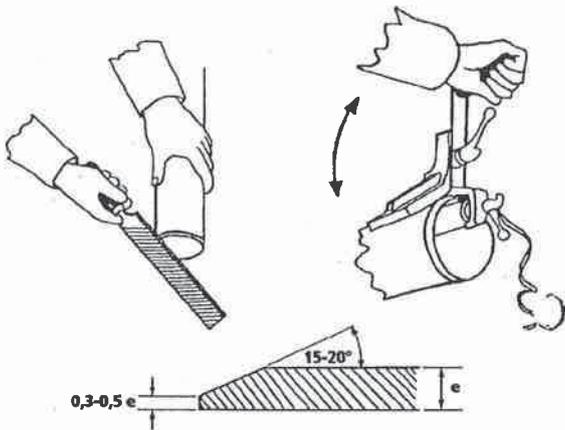

Bild 12: Rohr anschrägen
- Rohr mit Raspel oder Anfasgerät anschrägen (Bild 12).